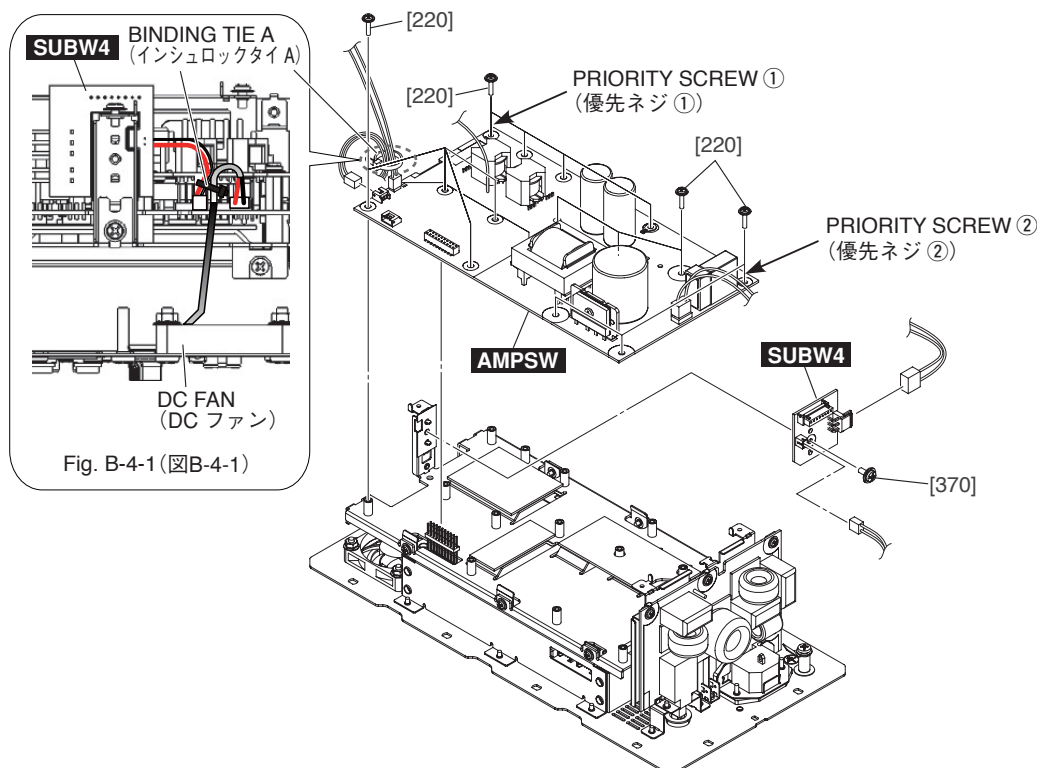

Fig. B-4 (図B-4)
- B-4-4 Remove the fourteen (14) screws marked [220]. The AMPSW circuit board can then be removed. (Fig. B-4)
- * **Be sure to remove binding tie A. Install as before binding tie A was removed. (Fig. B-4, Fig. B-4-1)**
- * **When installing the AMPSW circuit board, first tighten the two (2) priority screws in order as shown in Fig. B-4.**
- B-4-4 [220] のネジ 14 本を外して、AMPSW シートを外します。(図 B-4)
取り付けるときは、インシュロックタイ A を取り外す前と同じように取り付けてください。(図 B-4、図 B-4-1)
- ※ AMPSW シートを取り付けるときは、優先ネジ 2 本を図に示す順番で先に締めてください。(図 B-4)
B-5-4 Remove the screw marked [370]. The SUBW4 circuit board can then be removed. (Fig. B-4)
B-5-4 [370] のネジ 1 本を外して、SUBW4 シートを外します。(図 B-4)
* ***Be sure to remove binding tie A. Install as before binding tie A was removed. (Fig. B-4, Fig. B-4-1)***
※ インシュロックタイ A を必ず外してください。取り付けるときは、インシュロックタイ A を取り外す前と同じように取り付けてください。(図 B-4、図 B-4-1)